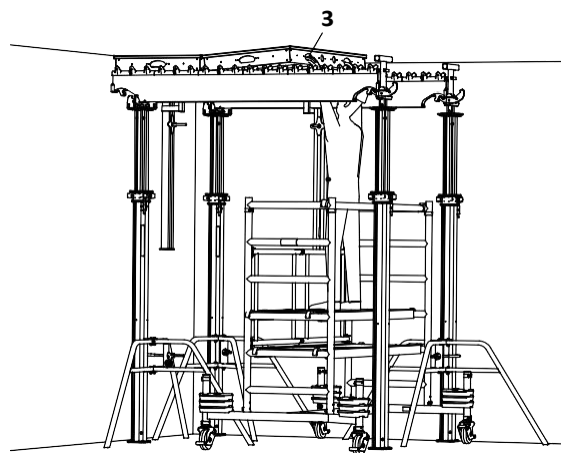

Fig. A4.07
3. Монтирайте 2 допълнителни панела. (Fig. A4.07)